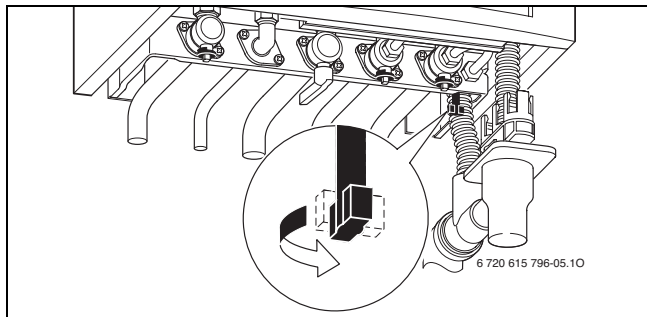

Fig. 6 Robinet de remplissage (appareils GVAC)
**Dans les appareils GVAC :** Le dispositif de remplissage se trouve en dessous de l'appareil (→ fig. 6).